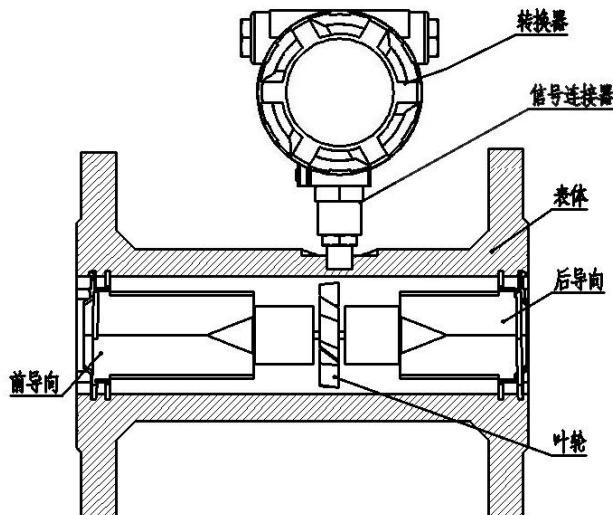

图 1-1 法兰型涡轮流量计结构图
1.3 产品结构 涡轮流量计的基本结构如图 1-1 所示, 它主要由表体、前导向、后导向、叶轮、信号连接器和转换器等组成。